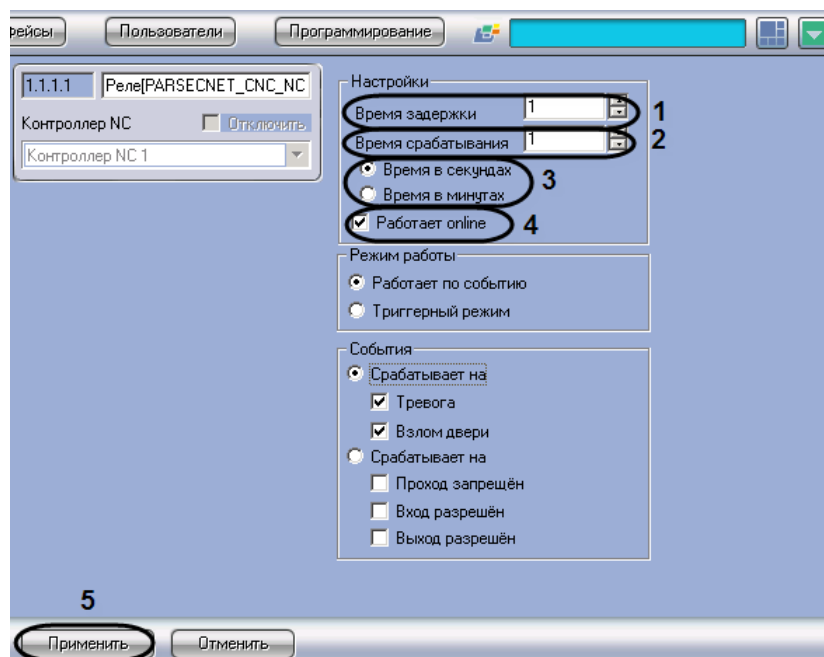

Рис. 3.4—16 Задание параметров реле
1. Перейти на панель настроек объекта **Реле**, соответствующего требуемому реле (см. Рис. 3.4—16).
2. В поле **Время задержки** ввести время в секундах, отсчитываемое от момента возникновения события, по которому должно сработать реле, до фактического срабатывания реле (см. Рис. 3.4—16, 1).
3. В поле **Время срабатывания** ввести время, в течение которого реле находится в сработавшем состоянии после наступления события, при котором оно должно было сработать (см. Рис. 3.4—16, 2). Для выбора единицы времени срабатывания используется переключатель (см. Рис. 3.4—16, 3, шаг 4).
4. Установить переключатель в положение, соответствующее требуемой единице времени срабатывания (в секундах или минутах) (см. Рис. 3.4—16, 3).